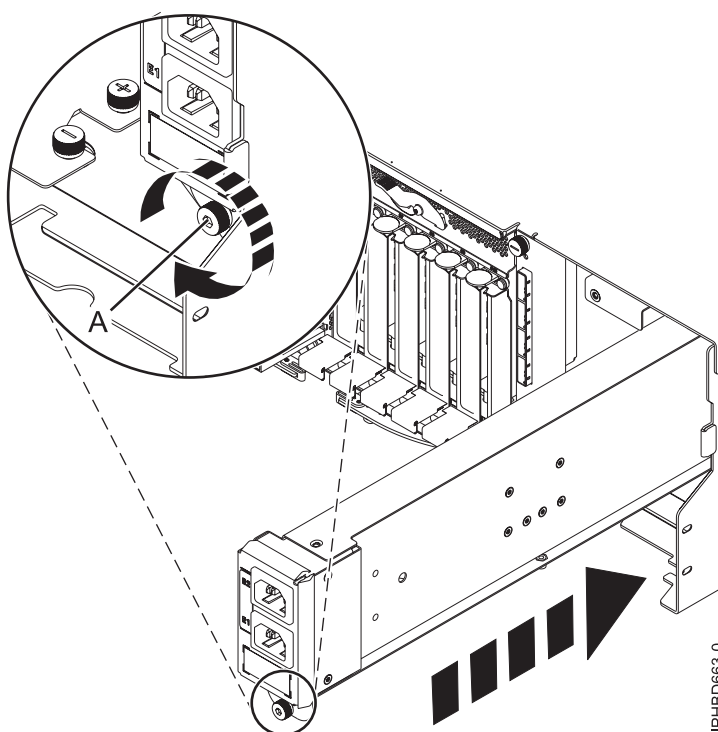

Figura 31. Sustitución de un conjunto de distribución de alimentación de entrada
5. Empuje el conjunto de distribución de alimentación de entrada en la unidad de expansión hasta que quede encajado en su sitio y apriete el tornillo de mano (**A**) para fijar el conjunto en su sitio como se muestra en la Figura 31.